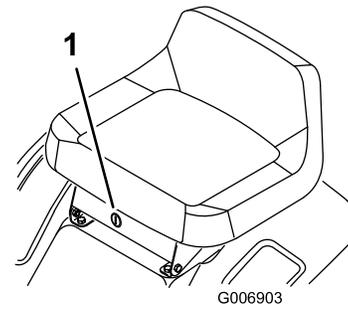

Bild 11
Wenn Sie beim Rückwärtsfahren den Zapfwellenantrieb benötigen, können Sie diesen Sicherheitsschalter mit Hilfe des KeyChoice-Schalters bei der Sitzhalterung deaktivieren (Bild 11).
2. Stecken Sie den KeyChoice-Schlüssel in das Zündschloss (Bild 11).